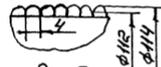

Рис. 3
1) Наплавить поверхность А до  $\phi 114$  мм шагом 4 мм (см. Рис. 3)